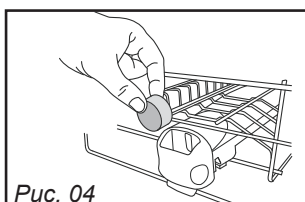
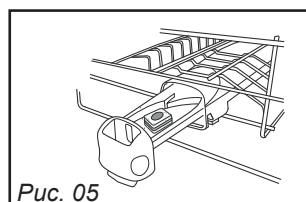

Рис. 04
Рис. 05
Помещайте не многоцелевые таблетки во внешний отсек (Рис. 04) или, для достижения оптимальной производительности, выдвиньте отсек дозатора и положите таблетки внутрь (Рис. 05).
• **Поместите таблетку** во внешний отсек (Рис. 04 на предыдущей странице), или для достижения оптимального результата вытаскиваете ящик дозатора и положите таблетки внутрь (Рис. 05 на предыдущей странице). Закройте дозатор.